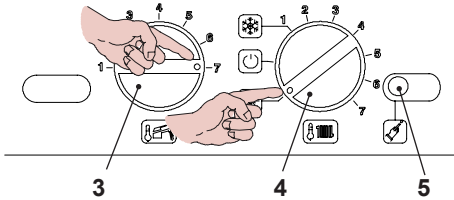

Fig. 9.7
- Posizionare le manopole del pannello comandi come indicato in Fig. 9.7.
- Per entrare nella modalità Spazzacamino bisogna entrare in programmazione premendo per 15 secondi il pulsante di ripristino 5 in Fig. 9.7 fino alla comparsa del parametro P01.
- Premere il pulsante di ripristino 5 in Fig. 9.7, per lo scorrimento dei vari parametri sino al raggiungimento del parametro valido per il settaggio della modalità Spazzacamino. Sul display LCD compare la seguente visualizzazione (la sequenza P09 si alterna a 00).